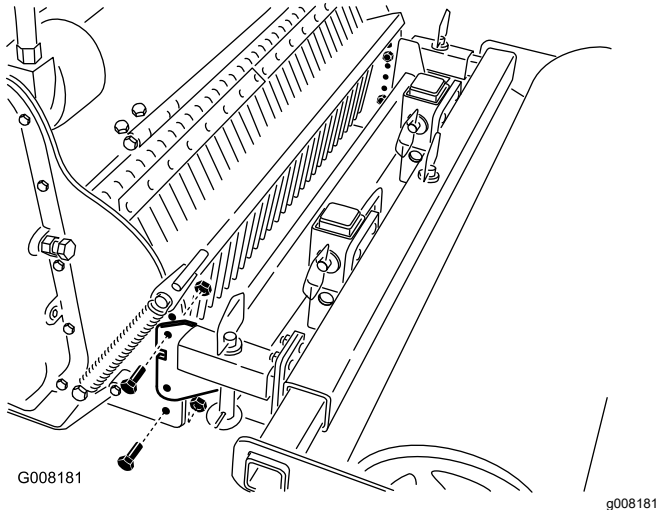

Figura 6
2. Rimuovete i bulloni che fissano i bracci al coltivatore (Figura 6).
3. Spostate i bracci fino alla serie di fori corrispondenti alla profondità desiderata (Figura 6).